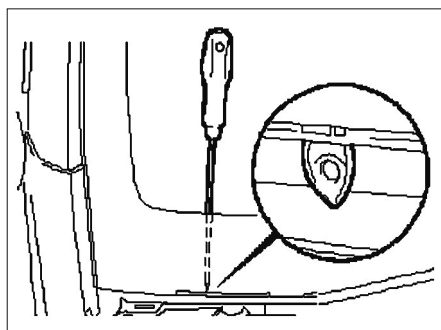

FIG. 75
- Chauffer l'alène avec un outil approprié et traverser la couche de colle au niveau du tablier extérieur (fig. 75).